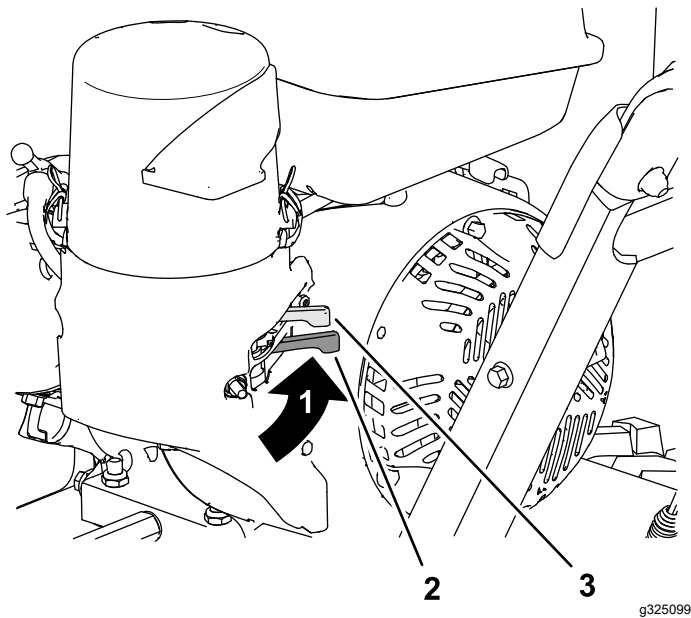

Figura 11
Mueva la válvula de cierre del combustible, situada debajo del estérter, a la derecha para dejar pasar el combustible (Figura 11).
2. En el lado izquierdo trasero del motor, mueva la palanca del estérter hacia la izquierda a la posición de ACTIVADO. Si el motor está caliente, deje el estérter en la posición de DESACTIVADO (Figura 11).
6. Deje que el motor se caliente durante varios minutos, luego mueva el estérter hacia la posición de DESACTIVADO (Figura 11).
- Utilice la válvula de cierre del combustible para cerrar el paso del combustible cuando no se va a utilizar la máquina durante unos días, antes de aparcar la máquina dentro de un edificio, o durante el transporte a y desde la obra (Figura 11).